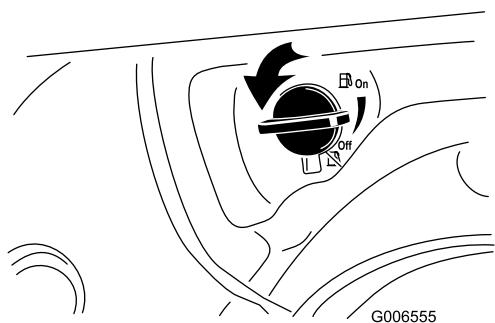

Рисунок 25
- Поверните отсечной топливный кран на 1/4 оборота против часовой стрелки для того, чтобы открыть его (Рисунок 25).